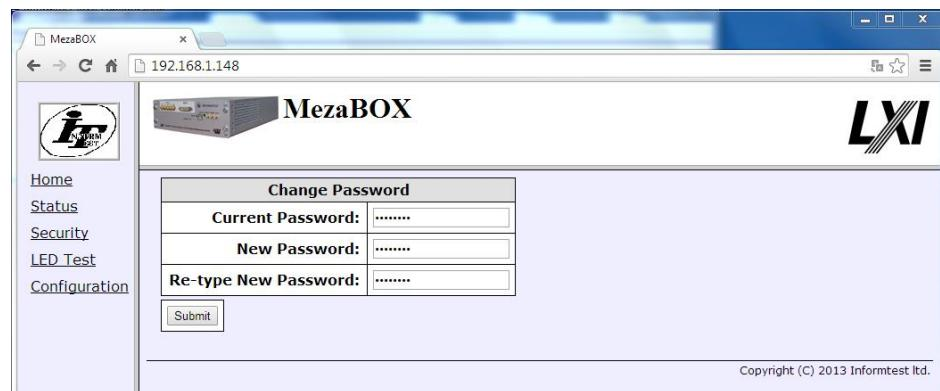

Рисунок 15
3) **Security** – назначение пароля для доступа к web интерфейсу (рисунок 15) .